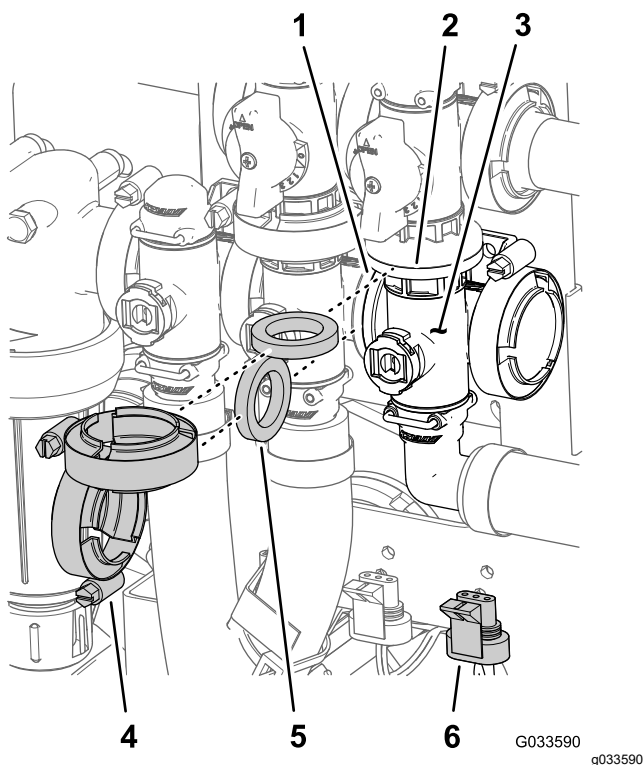

Figura 129
1. Alinhe a flange do coletor da válvula da rampa principal, uma junta e a flange da válvula de derivação da rampa principal (Figura 129).
- Monte o coletor da válvula da rampa principal, junta e válvula de derivação da rampa principal com uma braçadeira de flange bem apertado à mão (Figura 129).
- Alinhe a flange do coletor da válvula da rampa principal, uma junta e o coletor da válvula de agitação (Figura 129).
- Monte o coletor da válvula da rampa principal, junta e coletor da válvula de agitação com uma braçadeira de flange e aperte à mão (Figura 129).
- Monte a válvula de agitação na montagem da válvula com o parafuso de cabeça flangeada e porca de bloqueio flangeada (Figura 129) que removeu no passo 3 de Remoção da válvula do coletor da rampa principal (página 82) e aperte a porca e parafuso com 10 a 12 N·m.